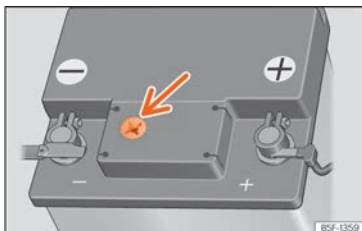

Fig. 252 Janelinha de inspeção na parte superior da bateria de 12 volts (representação esquemática).
- Verifique o indicador de cor na janela de inspeção, na parte superior da bateria » **Fig. 252.** Procure uma iluminação suficiente que permita identificar claramente a cor que aparece na janela de inspeção. Nunca utilize como fonte de luz chamas nem objetos que ardam sem lume.